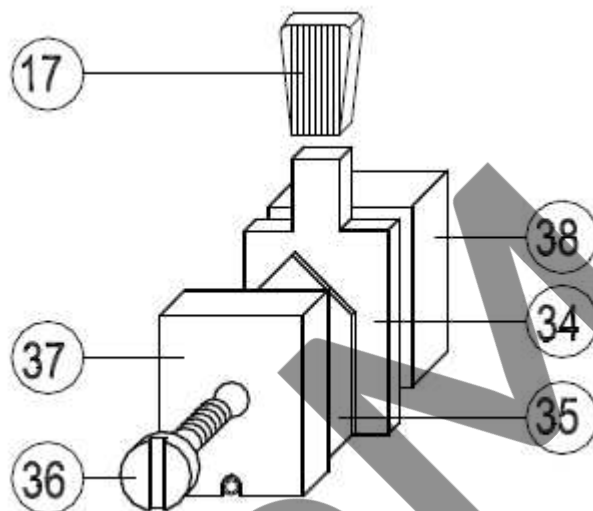
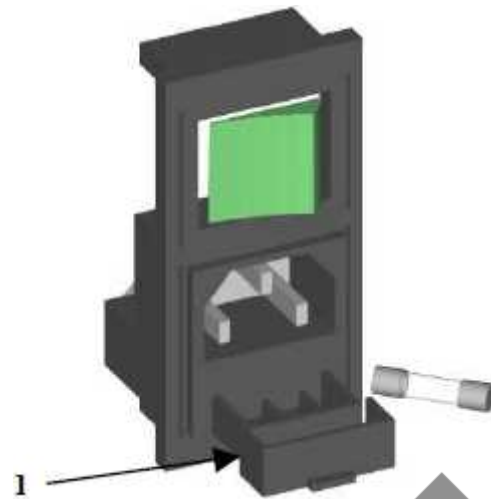

fig. 10
fig. 11
- Scoateți mânerul cutter (nr. 17 fig. 10) trăgând în sus, în timp ce planul pivotant (nr. 5 fig. 2) este apăsat în jos.
- c) Mutați cursorul (nr. 34 fig. 10) complet la stânga și extrageți-l din locul său, trăgându-l în sus (vezi fig. 11)
- d) Eliberați lama (nr. 35 fig. 10), deșurubând șuruburile de fixare (nr. 36 fig. 10)
- b) Extrageți siguranțele din respectivul suport de siguranțe (nr. 1 fig. 11), verificați-le și, dacă este necesar, înlocuiți-le cu altele de același tip și valoare.